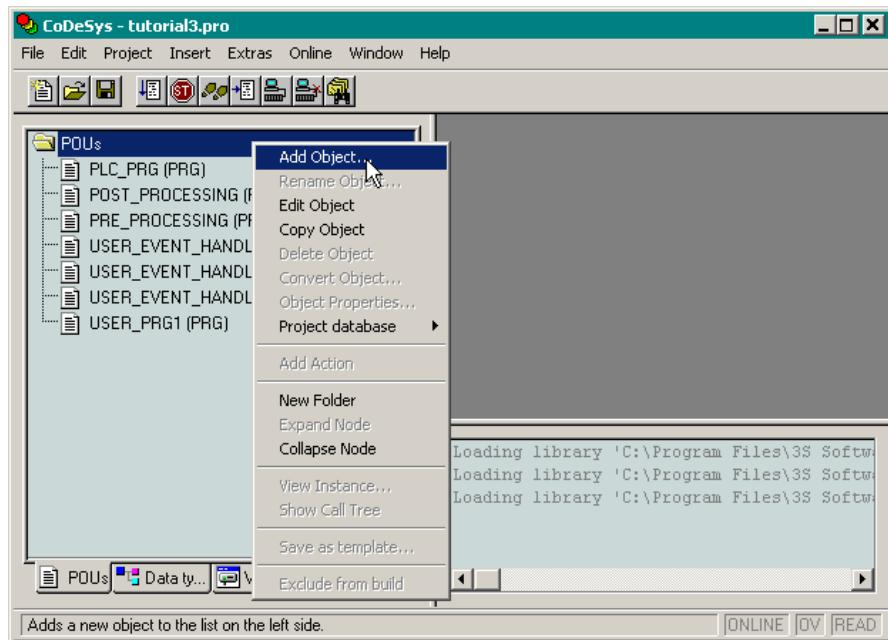

Рис. 2. Добавление программной единицы в древовидный список POU
1. Как минимум, одну программу – программную единицу типа *PROGRAM*, добавляемую в список **POUs**, показанный на рис. 2, по команде контекстного меню **Add Object**.